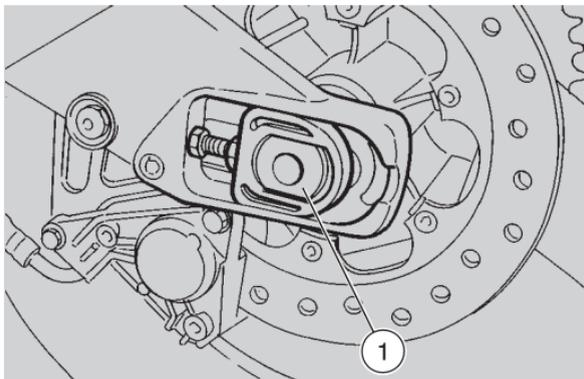

Fig. 37
- extract the pin (1-Fig. 37);
- insert the pin (1-Fig. 37);